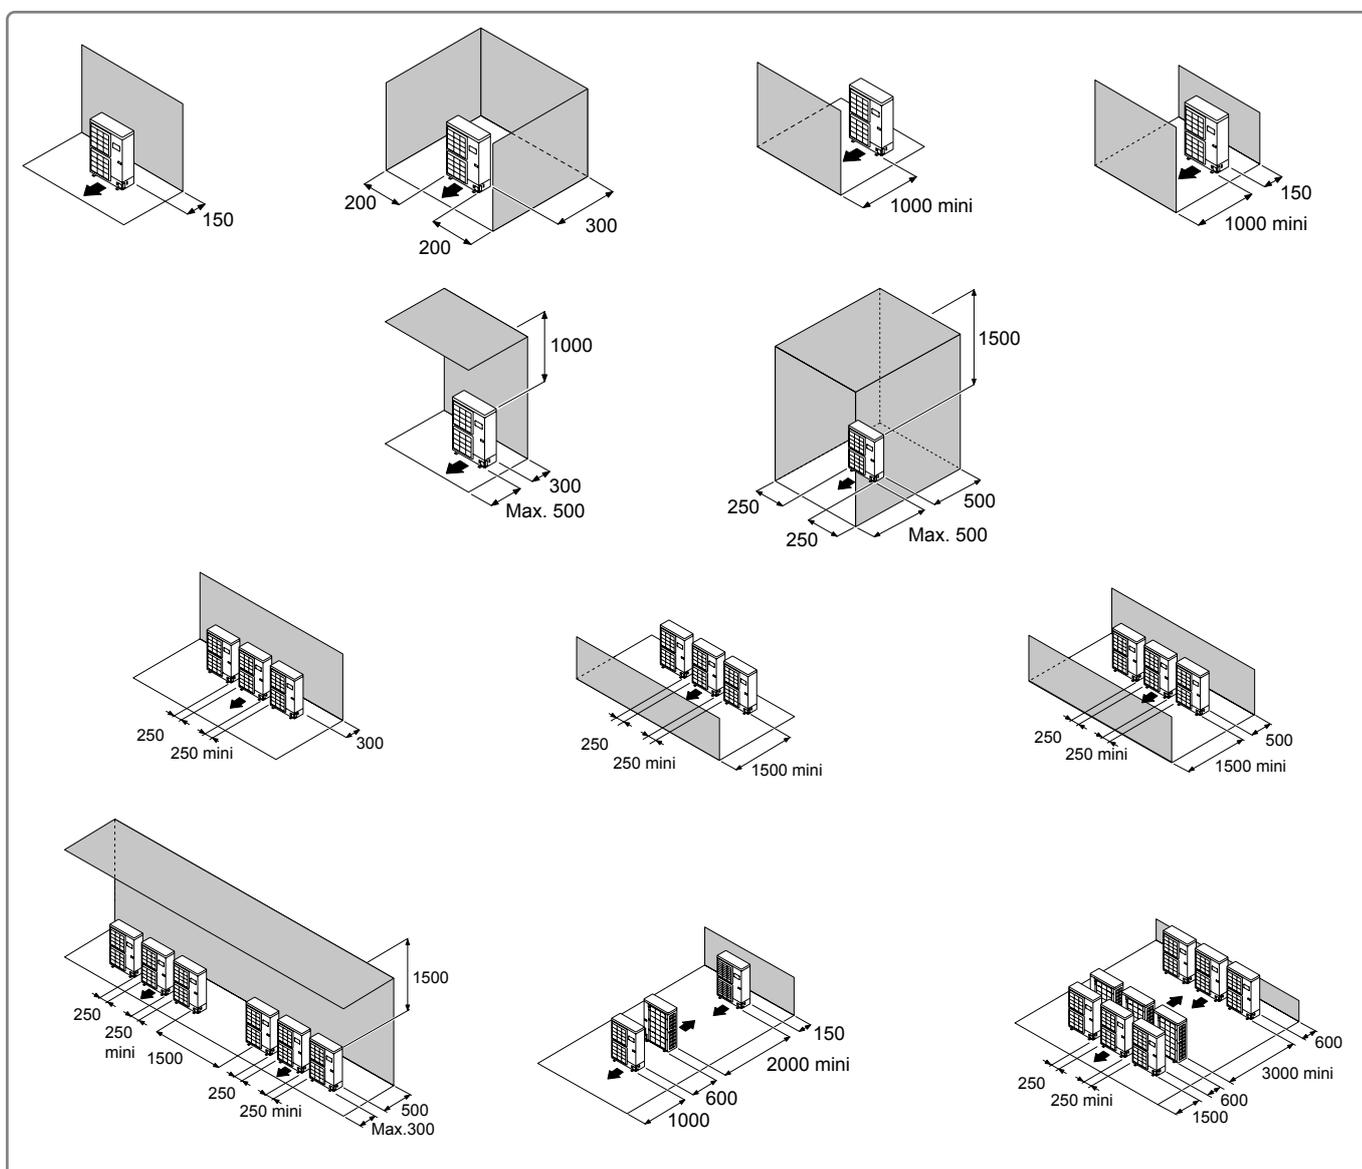

figure 11 - Dégagements minimum d'installation autour de l'unité extérieure
L'unité extérieure doit exclusivement être installée à l'extérieur (dehors). Si un abri est requis, il doit comporter de larges ouvertures et respecter les dégagements d'installation (figure 11).
- Aucun obstacle ne doit entraver la circulation de l'air à travers l'évaporateur et en sortie du ventilateur (figure 11).